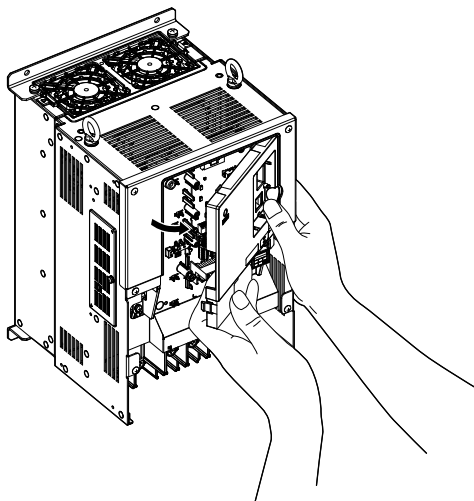

Figura 3.19 Extracción de la cubierta frontal (2A0010 a 2A0415 y 4A0058 a 4A1200)
4. Desenganche el lado izquierdo de la cubierta frontal, luego gire el lado izquierdo hacia usted como se indica en la Figura 3.19, hasta sacar la cubierta.